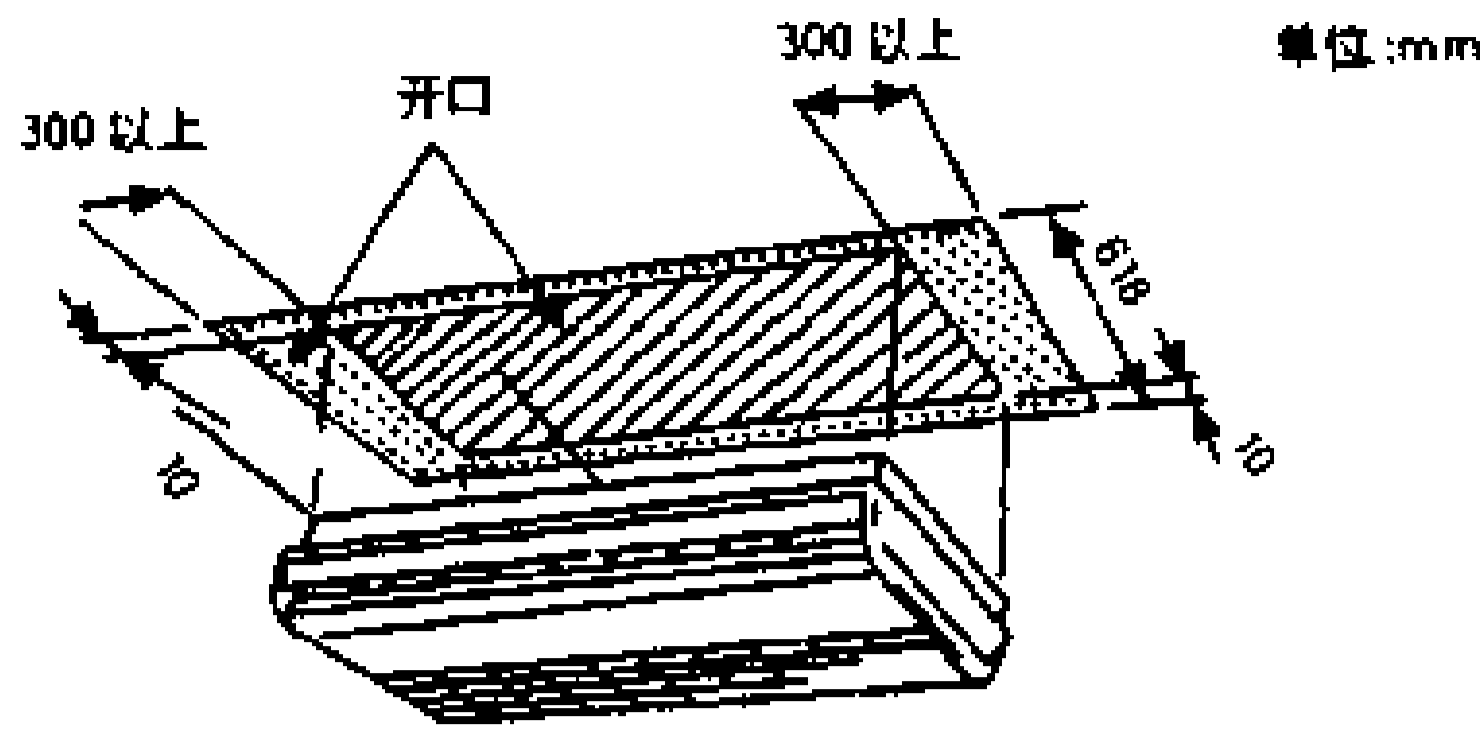

图 6-2-10
- 1) 在天花板上开一个足够大的孔，用于安装机器和进行安装工作。(在安装工作完成后，填没开口。) 如图 6-2-10 所示。